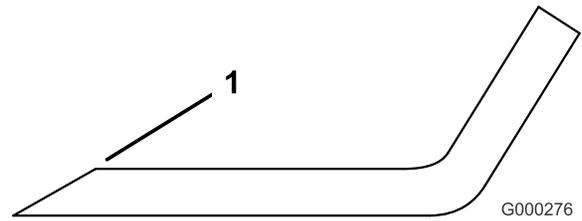

Figure 102
1. Au moyen d'une lime, aiguiser les tranchants aux deux extrémités de la lame (Figure 102). Veillez à conserver l'angle de coupe d'origine. Limez la même quantité de métal sur chacun des deux tranchants pour ne pas déséquilibrer la lame.